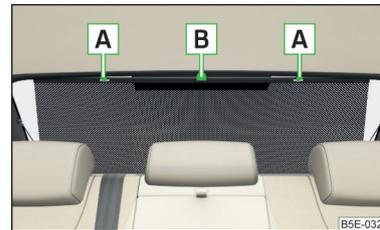

Abb. 60
► Das Sonnenschutzrollo am Griff **B** » Abb. 60 herausziehen und in die Halter **A** einhängen.
► Das Sonnenschutzrollo aus den Haltern **A** herausnehmen und am Griff **B** » Abb. 60 so halten, dass dieses langsam und ohne Beschädigung in das Gehäuse auf der Gepäckraumabdeckung einrollen kann.